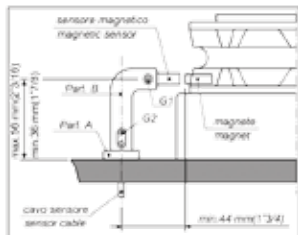

Fig. 1B
2. Pour les guindeaux à axe vertical (voir Fig. 1B), réaliser le trou sur la circonférence inférieure du barbotin.